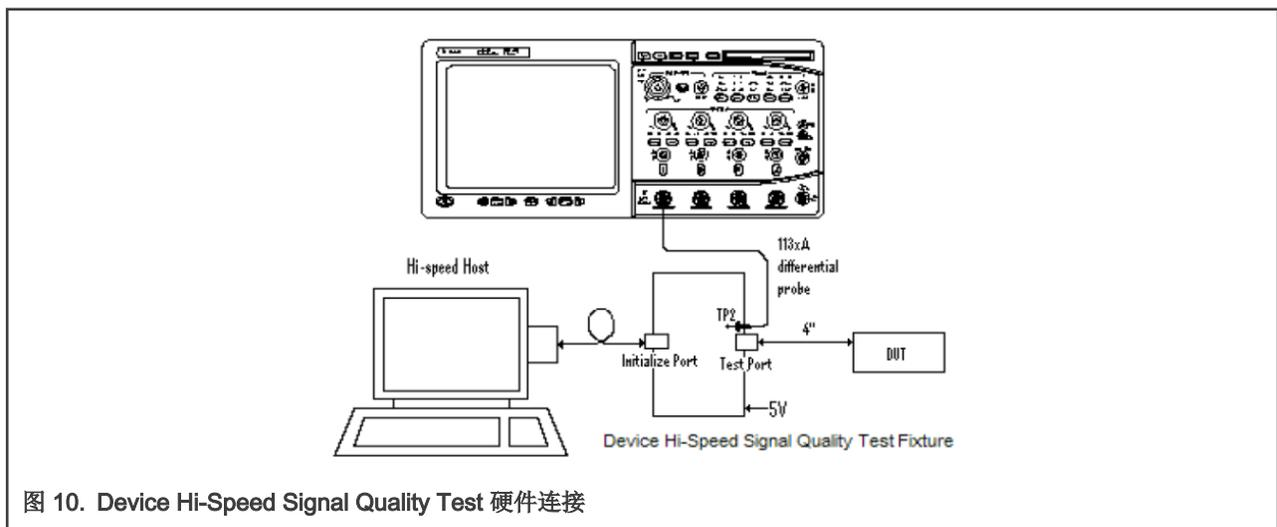
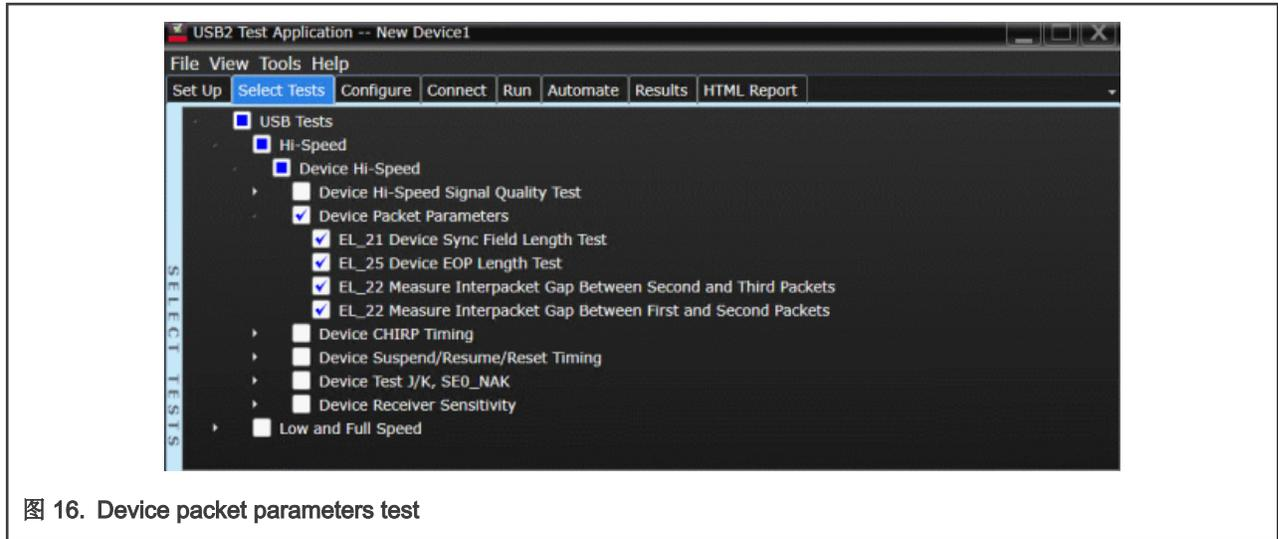

图 10. Device Hi-Speed Signal Quality Test 硬件连接
图 16. Device packet parameters test
3. 按照图 10 连接好测试设备，夹具以及示波器。
1. 选择如图 16 所示的测试项，按照图 10 连接好测试设备，夹具以及示波器。将 50 欧姆的终端电阻接入夹具上的 SMA 接口。